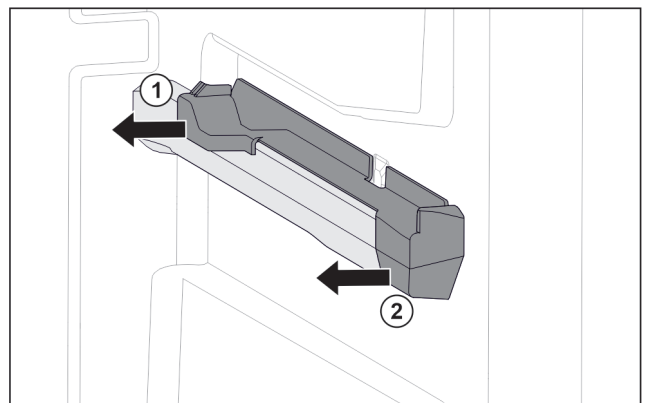

Fig. 33 Násuvný diel na pravom rebre nádoby
- ▶ Stiahnite násuvný diel vzadu do strany. Fig. 33 (1)
- ▶ Stiahnite násuvný diel vpredu do strany. Fig. 33 (2)